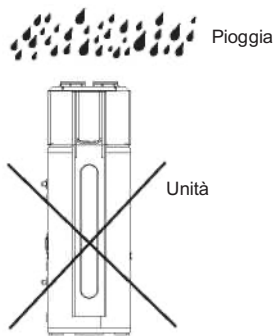

Fig. 3-6
- Se penetra dell'acqua piovana nell'unità, entrando a contatto con i componenti, questi potrebbero danneggiarsi o causare pericoli (Fig. 3-6).